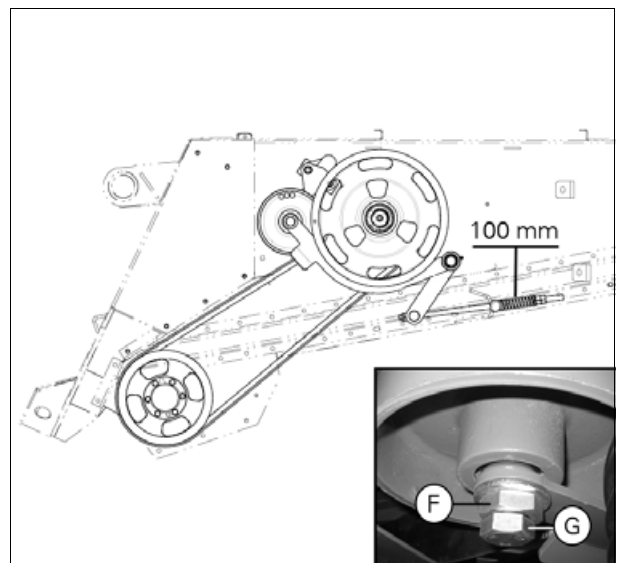

Рис. 17.
ВАЖНО: Убедитесь, что ремень расположен в середине натяжного шкива. При необходимости отрегулируйте эксцентрик (F) (рис. 17). Отверните гайку (G) (рис. 17) и поверните два шестигранника эксцентрика, так чтобы ремень был расположен прямо на шкиве.